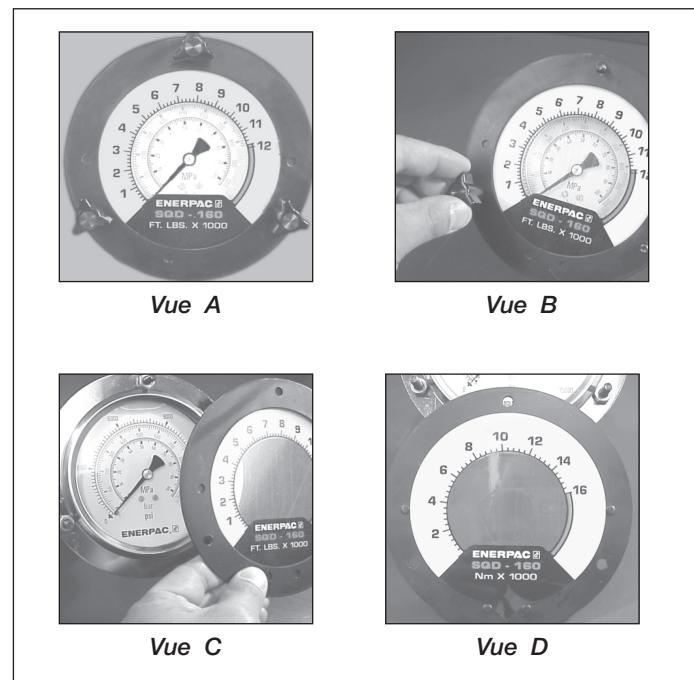

Figure 8, Installation du recouvrement
La pompe est fournie avec un manomètre à pression installé. À bien plaisir, le recouvrement de couple est fourni avec chaque pompe. Un recouvrement de couple s'adapte sur le cadran du manomètre de pression et convertit facilement les lectures de pression en lectures de couple (Voir fig. 8, Vue A). Le recouvrement affiche les unités impériales (pi-lb) sur un côté et les unités métriques (Nm) sur l'autre côté. Pour changer d'échelles, simplement glisser le recouvrement dessus.
1. Enlever les trois onglets noirs qui retiennent en place la collerette de manomètre avant (voir figure 8, vue B).
2. Enlever la collerette avant et le recouvrement (voir figure 8, Vue C).
- avec les coches à l'arrière de la collarette (voir figure 8, Vue D).
- Tout en tenant le recouvrement derrière la collarette (voir figure 8, Vue C), insérer la collarette dans les goujons de la poignée, repositionner le recouvrement au besoin et serrer manuellement les poignées (voir figure 8, Vue B). La collarette appuiera le recouvrement sur la jauge et la retiendra en place. Consulter les directives de la clé dynamométrique pour connaître la quantité de pression requise pour produire le couple souhaité. Tenir compte que la pression maximum varie selon les clés et les accessoires.